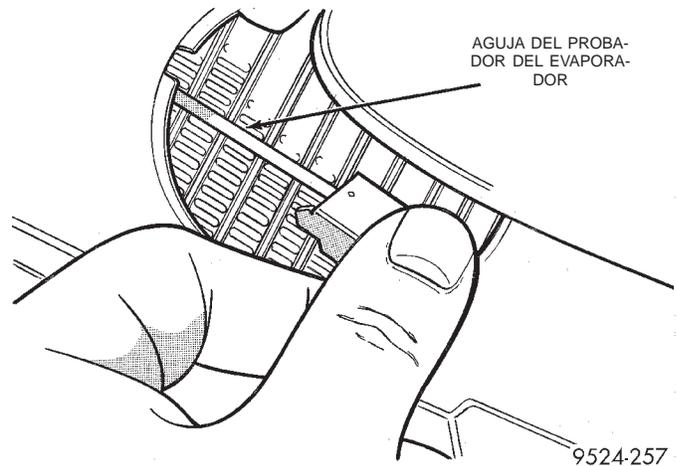

Fig. 43 Desmontaje del probador
- (5) Retire el probador tirando del núcleo del evaporador (Fig. 43). Esta placa debe empujarse hacia el interior de la unidad de A/A y ser orientada de tal manera que pueda ser retirada.